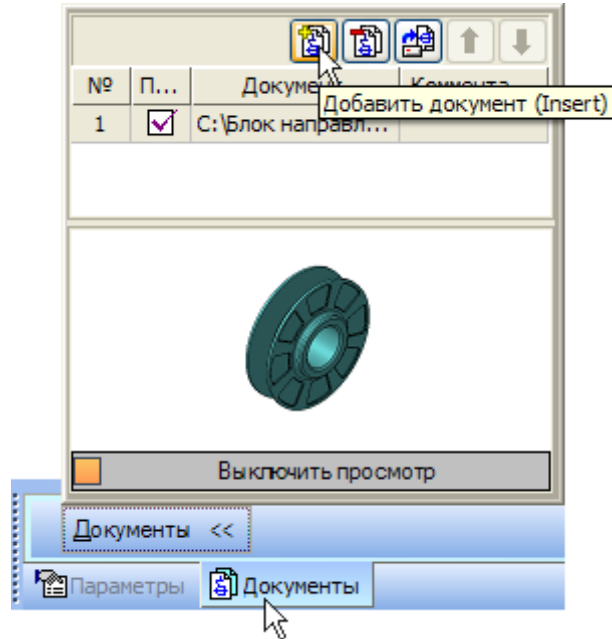

Рисунок 13.
- На инструментальной панели окна подключенных документов нажмите кнопку Добавить документ  (рис. 13).